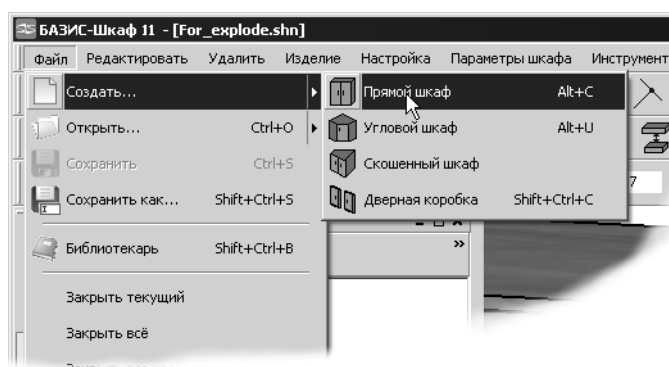

Рис. 2.
- ▼ Вызвать команду **Прямой шкаф** (рис. 2).